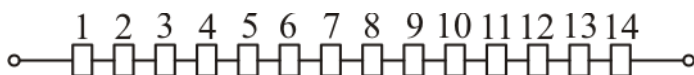

Рисунок 7.1 – Структурная схема надежности системы автоматического управления
**Задача 23.** Система автоматического управления технологическим процессом состоит из 14 элементов, соединенных в структурной схеме надежности последовательно (рисунок 7.1).